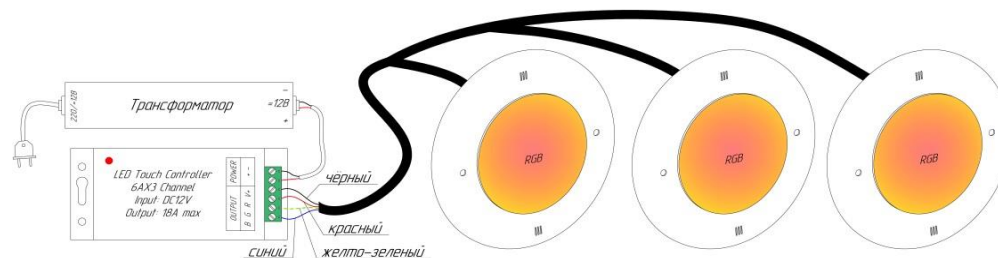

Рис.2 Подключение прожектора светодиодного RGB 25, 35 Вт, 12В (арт. P11-04)
5.5. Подключить прожектор согласно приведенной электрической схеме рис. 2 для арт. P11-04, P11-17, рис. 3 для арт. P11-04.1., P11-18.